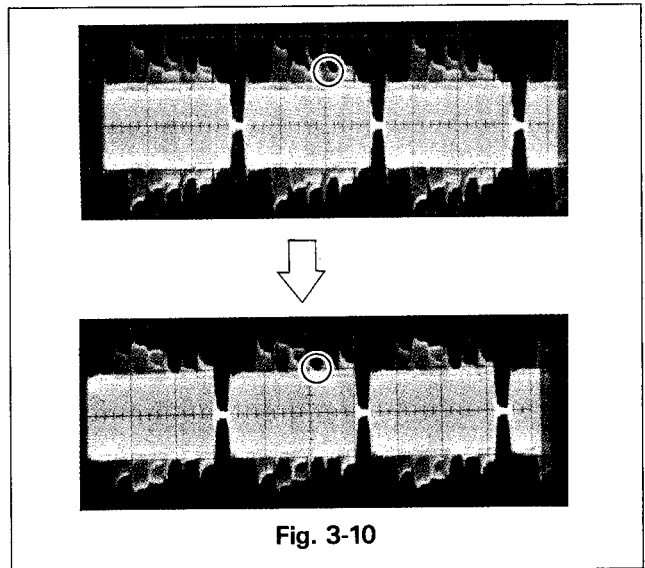

Fig. 3-10
- Régler T6A0 pour que le signal correspondant à MAGENTA soit de même amplitude sur deux lignes successives. (Voir Fig. 3-10)